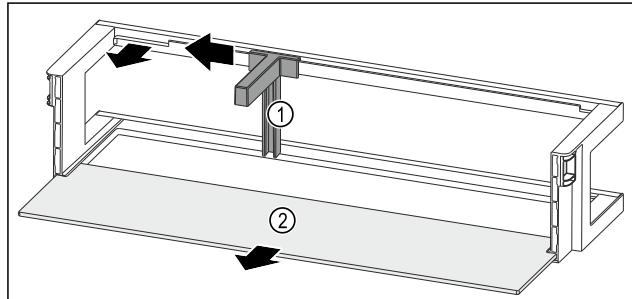

Fig. 65 Estante en la contrapuerta con soporte para botellas y estante
- ▶ Empuje el soporte para botellas Fig. 65 (1) hacia un lado hasta la entalladura.
- ▶ Retire el soporte para botellas Fig. 65 (1).
- ▶ Retire el estante Fig. 65 (2).